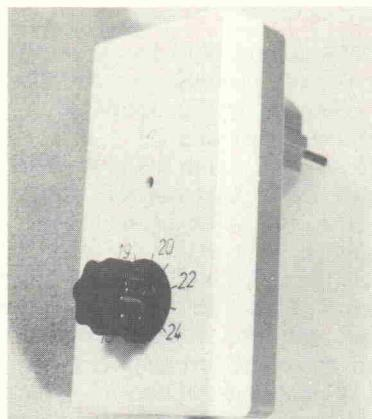

Bild 1. Der fertige 'Fernthermostat'
**Bild 1** zeigt den Fernthermostaten, der in ein handelsübliches Kunststoffgehäuse mit den äußersten Abmessungen 100 x 50 x 25 mm eingebaut ist. Ein Netzstecker ist am Gehäuse angespritzt. An beiden Stirnseiten des Ge-